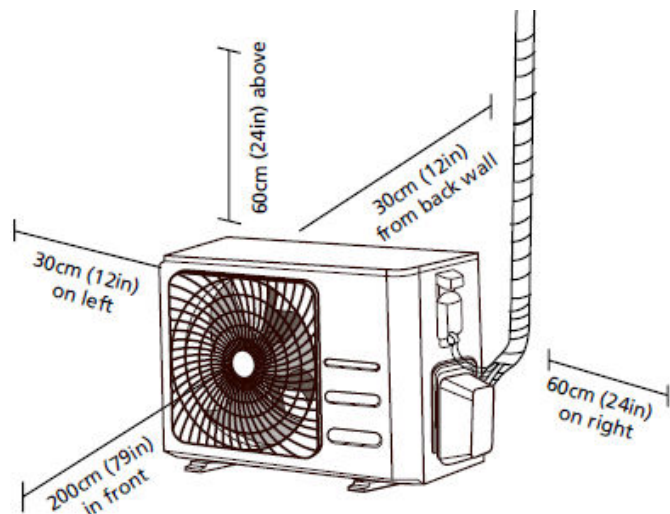

Fig. 4.1
- Imødekommer alle pladmæssige krav vist i Krav til installationsmål (fig. 4.1)